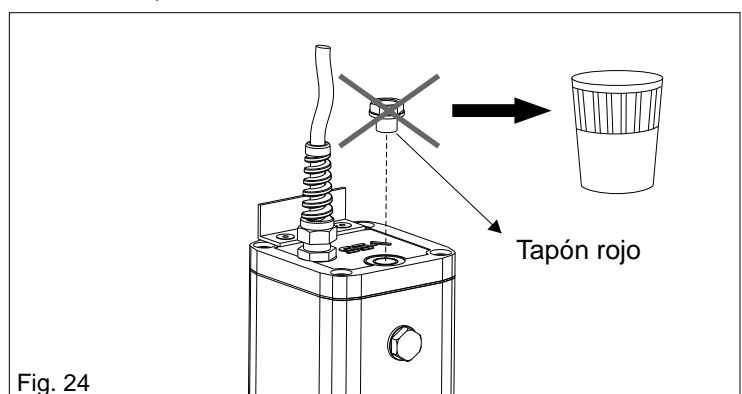

Fig. 24
6. SUSTITUCIÓN TAPÓN DE AIREACIÓN, Fig.24